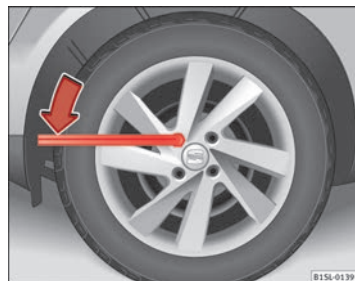

Fig. 136 Substituição de roda: alivie os parafusos da roda.
- Aplicar a chave de roda sobre o parafuso da roda, até encostar ⇒ Fig. 136.